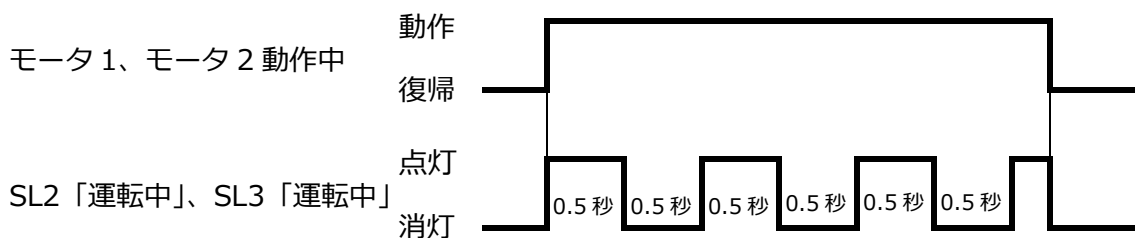

図 1 モータ 1、モータ 2 動作中における SL2「運転中」、SL3「運転中」の ON/OFF タイムチャート
- ① 手動運転中に COS「自動」に切り替わったときの条件を以下に示す。
- ② モータ 1 が回転中、“排風ファン指令回転数”の変更は可能とする。
- ③ モータ 1 が回転中、モータ 2 は回転しない。
- ④ “ファン運転”と“ファン停止”は、“ダンパ状態”が「全開」のときに表示する。
- ⑤ モータ 2 の正転・逆転指令は先行入力優先とし、同時に ON することはない。
- ⑥ モータ 2 が逆回転中、モータ 1 は回転しない。
- ⑦ LS1「全開」が ON しているとき、モータ 2 は正回転しない。
- ⑧ LS2「全閉」が ON しているとき、モータ 2 は逆回転しない。
- ⑨ 手動運転中の SL の表示を以下に示す。
- モータ回転中は、図 1 に示すように SL2「運転中」、SL3「運転中」が 0.5 秒間隔で点滅する。
- ⑩ 異常検出中の条件を以下に示す。